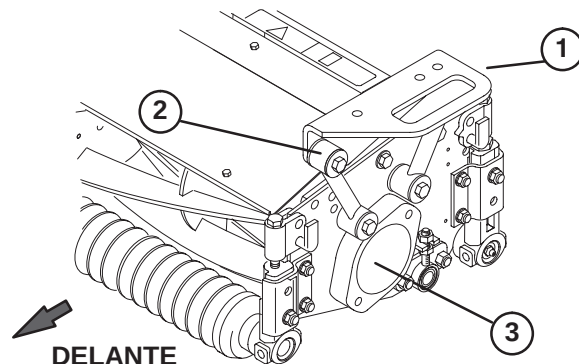

Figura 18
Nota: Con los brazos de elevación totalmente elevados, los manguitos deben quedar en la posición mostrada en la Figura 18 y estar separados 1–3 mm del brazo de elevación.
2. Posicione uno de los bastidores de tiro delanteros (Fig. 16) en cada unidad de corte delantera. Alinee los taladros de montaje con los acoplamientos de montaje, según muestra la Figura 18.
3. Coloque el bastidor trasero (Fig. 17) en la unidad de corte trasera, alineando los taladros de montaje con los acoplamientos de montaje, según muestra la Figura 18.
4. Fije cada acoplamiento de montaje al bastidor de tiro con un tornillo de caperuza (3/8–16 x 2–1/4 pulg.), 2 arandelas planas, y una contratuerca, según muestra la figura 18. Coloque una arandela en cada lado del acoplamiento al montarlo. Apriete a 42 Nm.